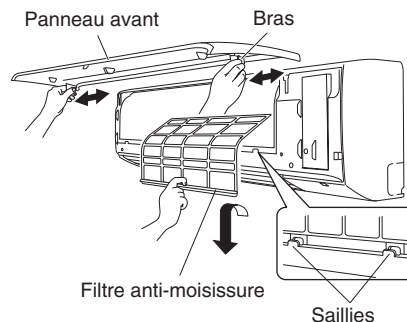

Fig. 3-12
- (1) Ouvrir le panneau avant jusqu'à ce qu'il soit presque horizontal, tenir les sections proches des bras du panneau avant des deux côtés et enlever le panneau en poussant les bras vers l'extérieur tout en tirant le panneau vers soi. S'il est difficile d'enlever le panneau avant, tenir ses deux extrémités et le soulever légèrement. Le déplacer à gauche et désengager le bras gauche, puis le déplacer vers la droite et désengager le bras droit. (Fig. 3-12)
- (2) Soulever légèrement le filtre anti-moisissure pour le désengager des saillies sur l'unité, puis tirer vers le bas pour retirer le filtre de l'unité. (Fig. 3-12)